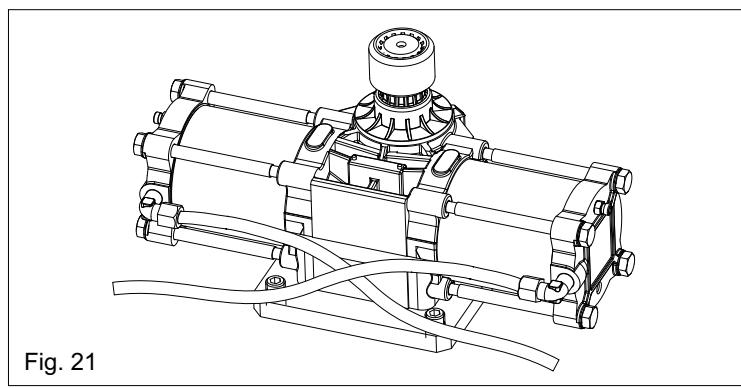

Fig. 21
5.1. Exécuter les raccords de tuyaux hydrauliques à l'unité et au vérin (Fig.21, Fig.22, Fig.23).
12.2. Exécuter les connexions de tuyaux hydrauliques à l'unité et au vérin (Fig.21, Fig.22, Fig.23).